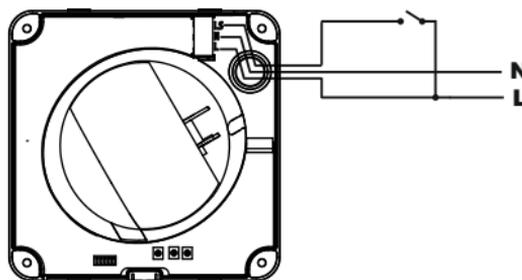
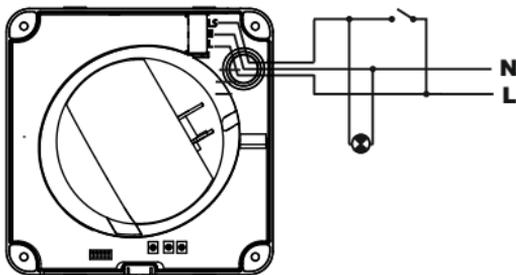

Fig.4
Fig.5
Modèles équipés d'une temporisation réglable. La temporisation permet à l'appareil de continuer à fonctionner en vitesse maximale, le temps déterminé par la temporisation, après que l'interrupteur ait été ouvert (fig.4).
Le schéma de câblage fig.5 montre comment, avec le même interrupteur, commander la lumière dans la pièce et la vitesse maximale du VEMREA.
2. Fonctionnement automatique comme décrit précédemment avec possibilité de forcer le passage en vitesse maximale avec un interrupteur indépendant (fig.4) ou l'interrupteur de la lumière (fig.5) quand le niveau d'humidité dans la pièce est inférieur à la valeur de consigne. Dans ce cas, après avoir éteint la lumière ou ouvert l'interrupteur indépendant, l'appareil continue de fonctionner le temps fixé par la temporisation avant de repasser en vitesse lente, sauf si le niveau d'humidité dans la pièce est supérieur à la consigne.